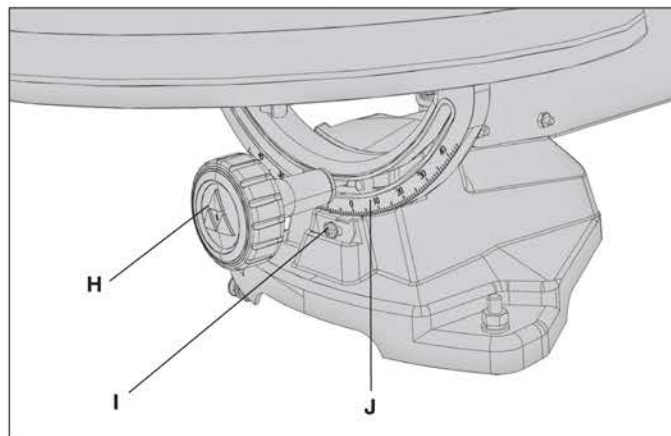

FIG. 8
La table de la scie à découper permet d'effectuer des coupes en biseau à 45° à gauche et à droite. Il y a une détente à 0°. Pour incliner la table de la scie à découper, desserrer le bouton de verrouillage des biseaux (H) fig. 8, et incliner la table